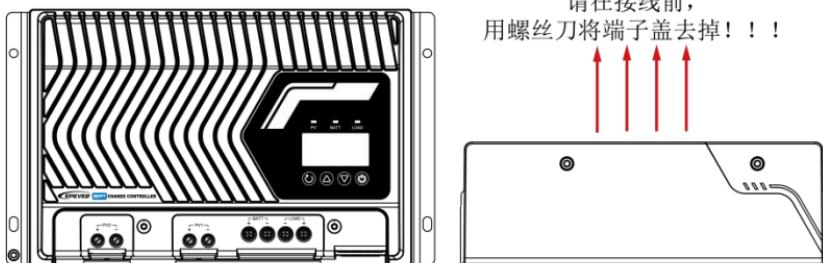
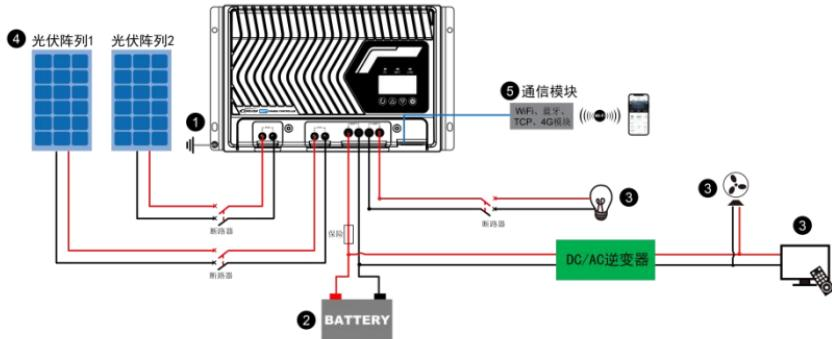

图 2-3 打开端子盖 (IP43)
图2-4 接线示意图
按照图2-3接线示意图“①接地 > ②蓄电池 > ③负载 > ④光伏阵列 > ⑤通信模块”的顺序接线，如果断开系统时请按照图2-4的倒序过程断开。